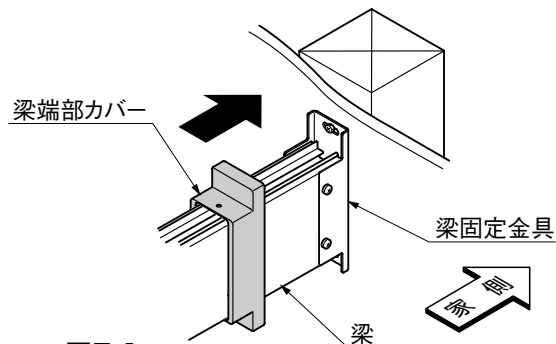

図5-1
- ① 梁端部カバーを梁固定金具にかぶせてください。(図5-1参照)